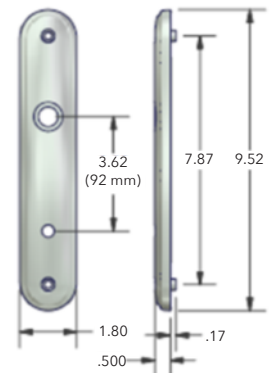

Figura 14
- **Nota:** Las dimensiones de la placa de escudo que se muestran en la figura 14 pueden utilizarse para adquirir herrajes alternativos.